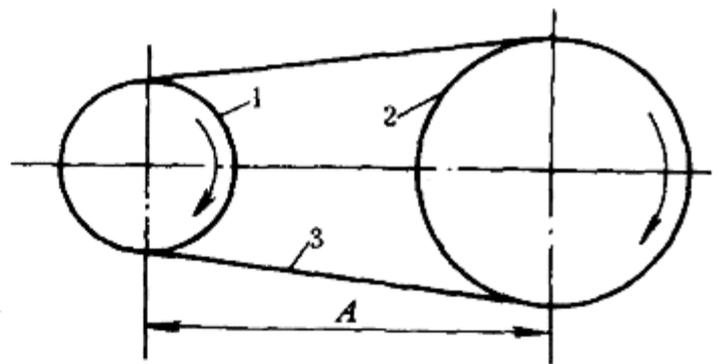

图 1-12 带传动
1) 带传动的工作原理 带呈封闭的环形，并以一定的初拉力（张紧力）紧套在两带轮上，使带与带轮相互压紧。主动轮回转时，靠传动带与带轮间的摩擦力使传动带运动；传动带又拖动装在从动轴上的从动轮回转，这样就实现了带传动。见图 1-12。
- ① 能缓和冲击和振动，具有吸振能力。
- ② 过载时传动带在轮上打滑，具有过载保护作用，可以避免其他零件的损坏。
- ③ 工作平稳，没有噪声。
- ④ 可用于两传动轴中心距较大的场合。
- ⑤ 结构简单，维护方便，容易制造，成本低廉。
- ① 不能保证准确的传动比。